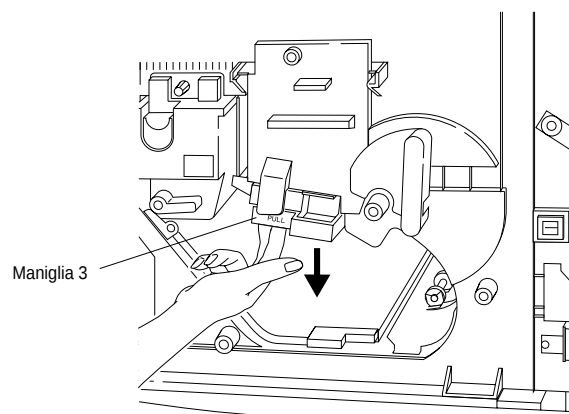

Figura 5-6 Maniglia 3 e guida del gruppo di trasferimento
2. Tirare con cautela la maniglia 3 per sbloccare e rilasciare la guida di trasferimento. Abbassare con cura la guida di trasferimento e lasciarla ricadere sul fondo della parte interna della stampante. Vedere la Figura 5-6.